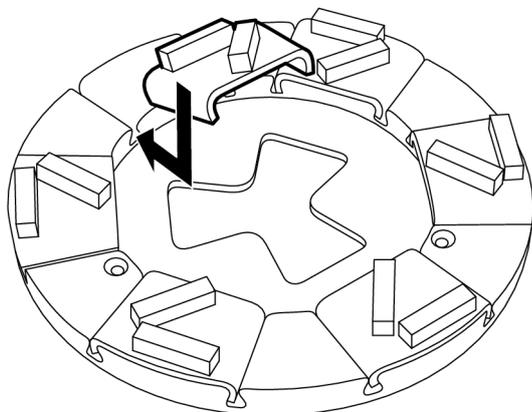

Рисунок 4-12. Установка головок
1. Сместите шлифовальную головку по диагонали сверху вниз в соответствующий направляющий паз в держателе инструмента, см. Рисунок 4-12, стр. 24. Затем полностью втолкните головку в паз.
2. Сместите шлифовальную головку по диагонали сверху вниз в соответствующий направляющий паз в держателе инструмента, см. Рисунок 4-12, стр. 24. Затем полностью втолкните головку в паз.
3. Установите требуемую головку на машину, см. Рисунок 4-12, стр. 24